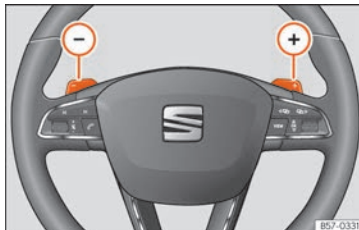

Abb. 260 Lenkrad: die Hebel für Automatikgetriebe.
- Tippen Sie die Schaltwippe , um einen Gang hochzuschalten **Abb. 260**.